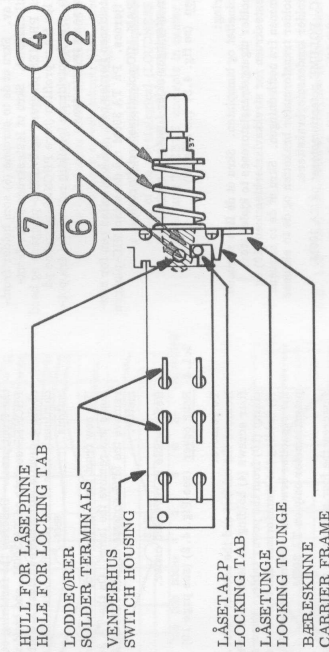

Fig. 2.2 ON-OFF trykknastvender med uavhengig utløsning (Indeks Nr. refererer seg til Fig. 2.3) Part nr. 995037-TA300 Hovedbryter
(se fig. 2.2 og indeks nr. 20 på fig. 4.3) (see side 20)
- C2 Switch housing with solder tags (see Fig. 2.2)**
Remove the plunger (1) as described in section A4. Straighten the locking tongue (see Fig. 2.2) on the carrier frame at the left side of the switch housing. The switch can then be removed.